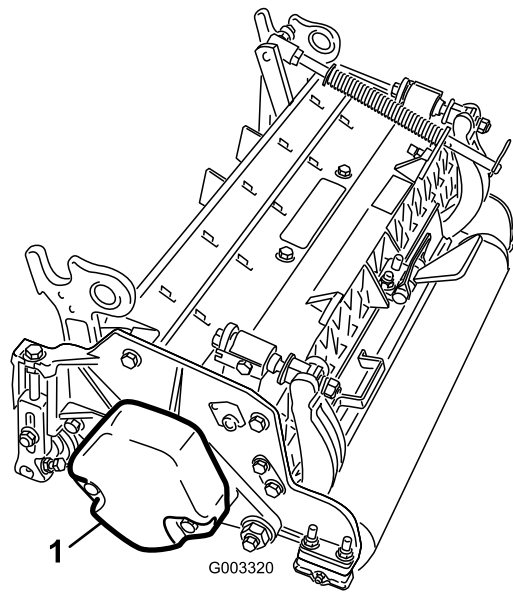

Figura 3
4. Certifique-se de que o contrapeso (Figura 3) está instalado na extremidade adequada da unidade de corte conforme descrito no *Manual do utilizador* da unidade de corte.